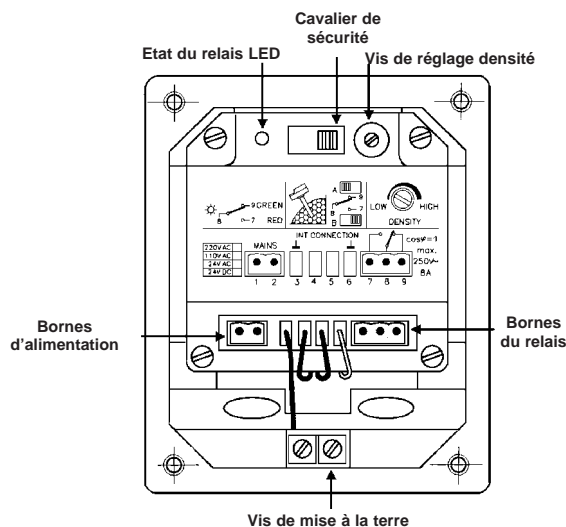

Figure 4
4. Connecter les câbles d'alimentation aux bornes appropriées. Pour permettre l'accès aux bornes, l'appareil utilise des fiches de connexion faciles à enlever (les bornes d'alimentation sont désignées par 1 et 2 sur la **Figure 4**).
5. Connecter les conducteurs du circuit de commande aux bornes de relais (7, 8 et 9, voir **Figure 4**).
Une fois monté correctement, l'appareil est entièrement opérationnel. La LED indiquera l'état du relais. Si l'on touche le barreau avec la main en causant ainsi un amortissement de la vibration, la LED change de couleur. Voir **Figure 4**.
ner la vis de réglage (voir **Figure 4**) dans le sens contraire des aiguilles d'une montre, jusqu'à ce que le relais s'enclenche. Si le réglage est trop sensible, l'appareil peut détecter même de faibles résidus de produit au lieu d'indiquer le niveau.